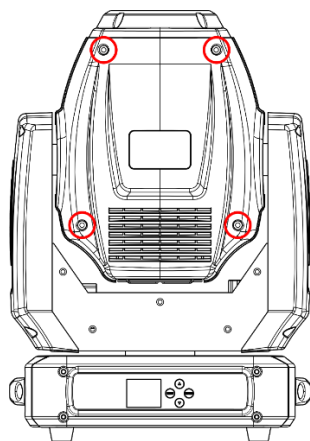

Fig. 07
- 03) Retirez le couvercle de la lampe en dévissant les 4 vis (voir fig. 07).